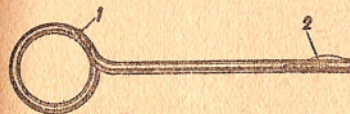

Рис. 23. Протирка:
1) протирку (рис. 23) для чистки и смазки канала ствола и камор барабана; протирка имеет ушко для продевания в него пакли или тряпки и кольцо для держания протирки при чистке;